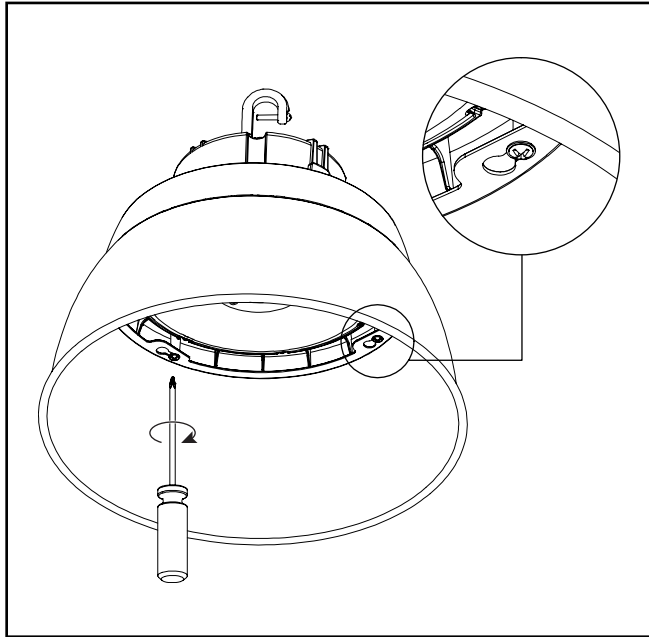

Figure 9.
1. Serrez toutes les vis (Figure 9).